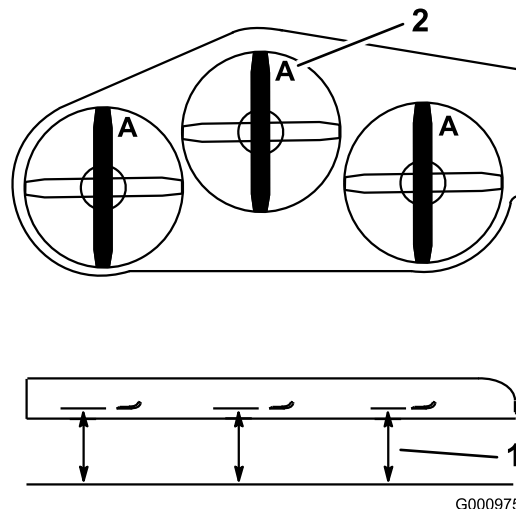

Figura 79
3. Rode as lâminas até as suas extremidades se encontrarem viradas para a frente e para trás. Meça desde uma superfície nivelada até à extremidade de corte, posição **A**, das lâminas (Figura 79). Anote esta medida.